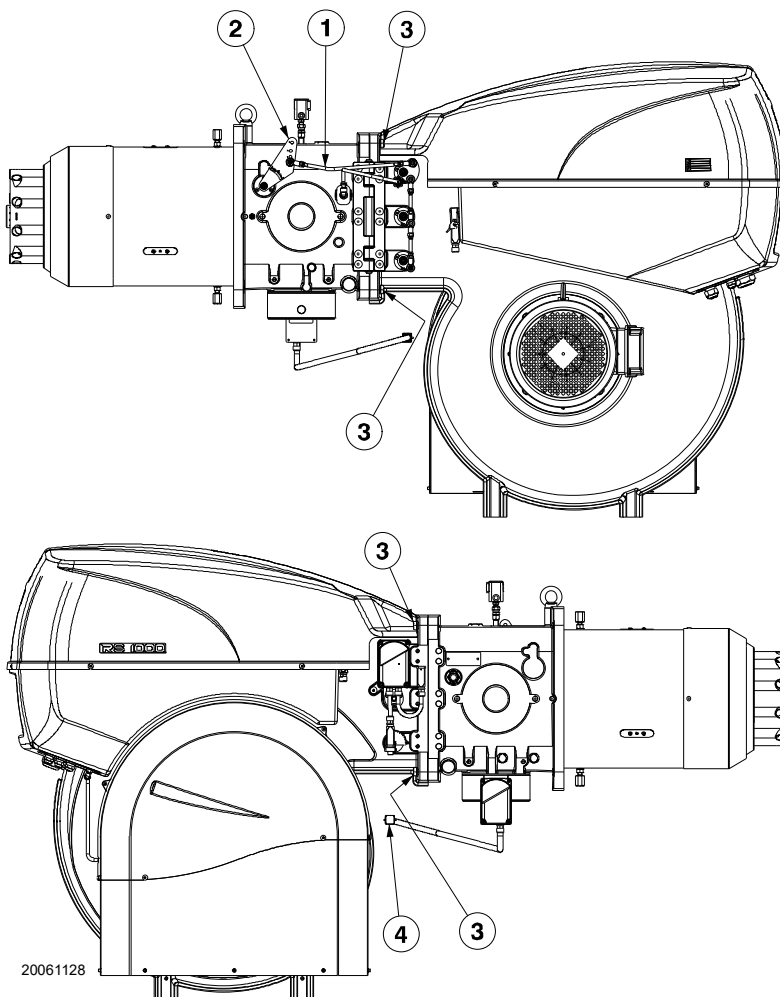

Fig. 32
- Retirer le tirant 1)(Fig. 32) du levier de déplacement de la tête en desserrant l'écrou 2);